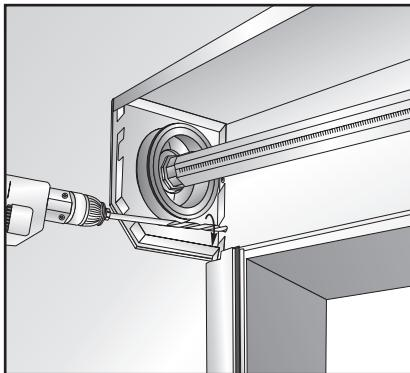

Рис. 17. Разметка отверстия для ленточного и шнуркового приводов
- 4) Установить защитную пружину для шнурового или трубку для ленточного приводов (рис. 17).